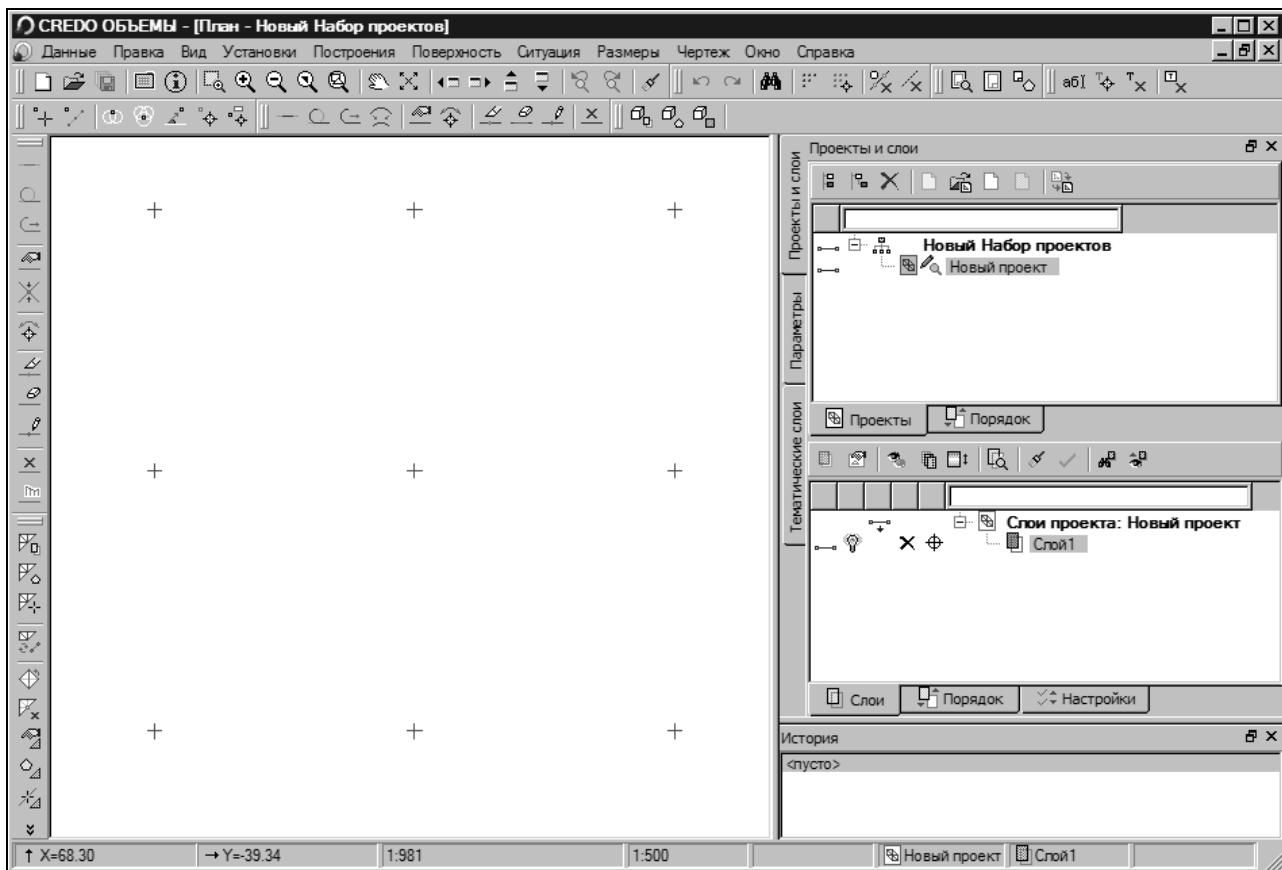

Рис. 3.5. Формирование рабочей области
3. Сформируйте рабочую область согласно рис. 3.5.